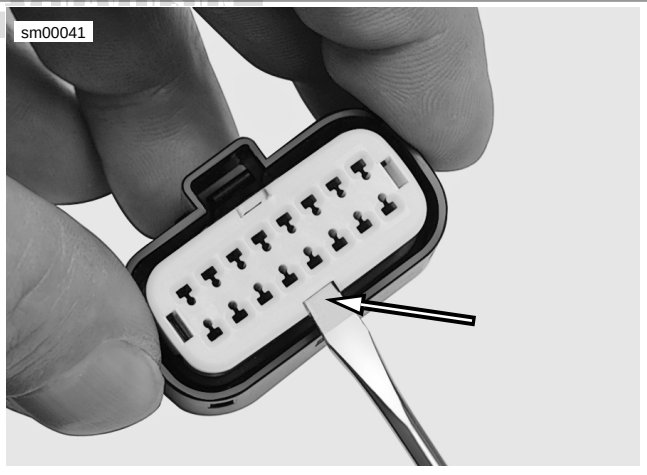

Figura A-34. Conector Molex: Ranura para hacer palanca del bloqueo secundario (conector hembra)
- a. **Conector hembra:** Vea Figura A-34. Use un destornillador pequeño en la ranura para hacer palanca. La ranura al lado del pestillo externo, proporciona un punto de pivote.